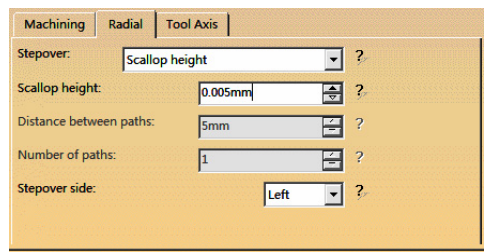

图 4-20 “Radial”选项卡（1）
- 在“Radial”选项卡（1）的“Stepover”下拉列表中选择“scallop height”，在“Scallop height”文本框中输入“0.005mm”，如图 4-20 所示。